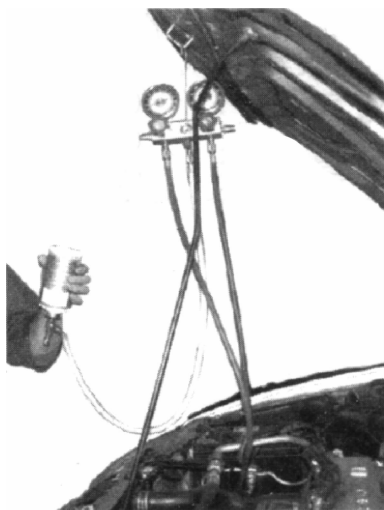

图 1-26 从高压端充注液态制冷剂
(2)将中间软管的一端与制冷剂罐注入阀的接头连接起来,如图 1-26 所示,打开制冷剂罐开启阀,拧开歧管压力表中间软管上端的螺母,让气体逸出几秒钟,把空气赶走,然后拧紧螺母。